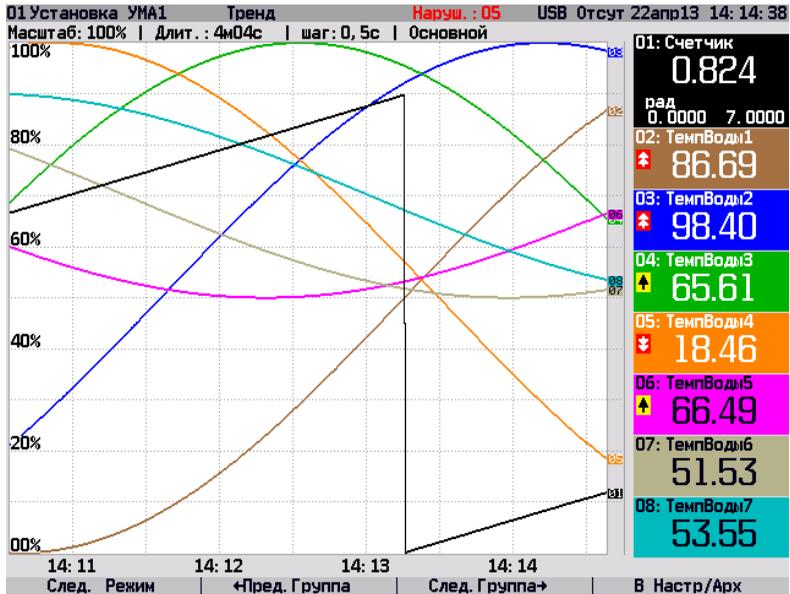

Рис. 8.1. Экран режима «Тренды» Контроллера (исп. с цв. ЖКИ 5,7")
8.5.7. Примеры индикации различных режимах и исполнениях Контроллера приведены на рис. 8.1—8.5.